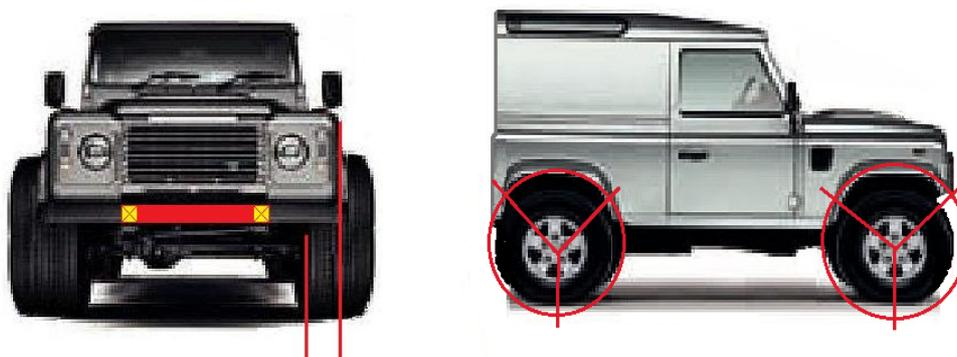

Figura 2 - Eixo longitudinal e cobertura rodas
4.2.5 - As viaturas têm que possuir guarda-lamas originais, podendo apresentar alterações/modificações desde que sejam em materiais sólidos (rígidos) e fixos (não cortantes). Estes têm como limite mínimo o eixo longitudinal da roda (centro da roda), sendo que as rodas das viaturas têm que estar cobertas no mínimo em 1/3. Ver esquema - Figura 2.